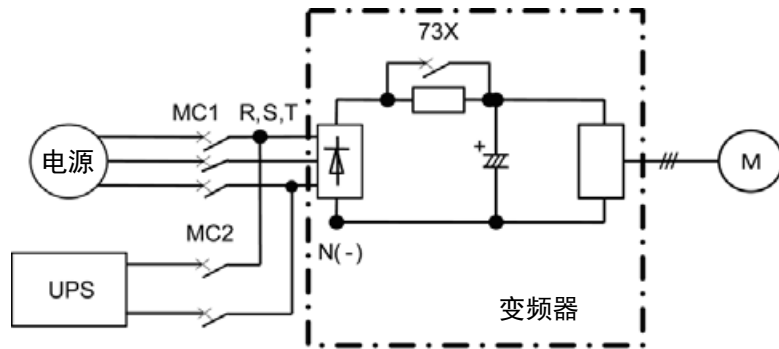

图5.3-12 UPS 运行连接图
- (1) 将端子指令[BATRY/UPS]（数据=59）分配至任意数字量输入端子。
- (2) 如下图 5.3-12 所示，由 UPS 向主电路（L1/R-L3/T 或 L2/S-L3/T）供给电源。
- (3) 所需的电源电压因负载的大小和驱动速度而异。
- (4) MC2 为 ON 时，[BATRY/UPS]（数据=59）端子必须同时为 ON。